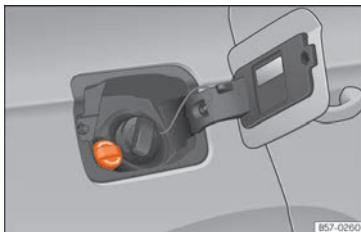

Abb. 186 Verschlussdeckel des AdBlue®-Tanks
- Öffnen Sie die Tankklappe **»» (Abb. 186)**.
- Verschlussdeckel SCR-Einfüllstutzen nach links drehen »» (Abb. 186).